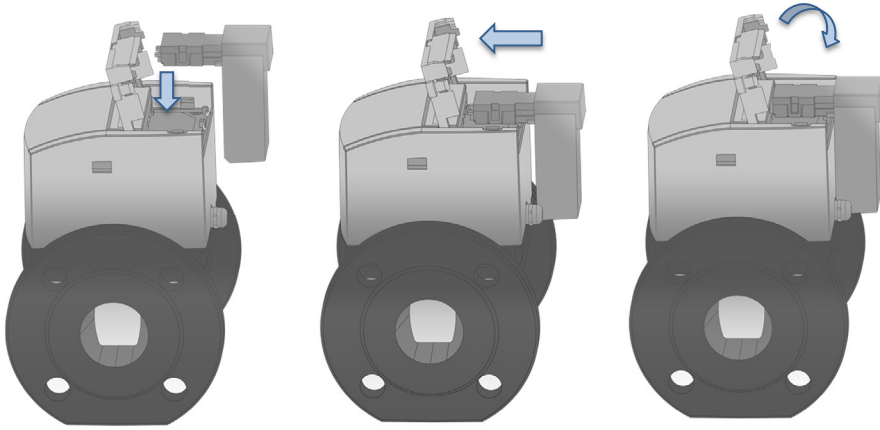

Abb. 30: Modul einsetzen, eindrücken und den Moduldeckel schliessen
Schritt 3: Montage eines Kommunikationsmoduls, wie in Abb. 30 dargestellt.